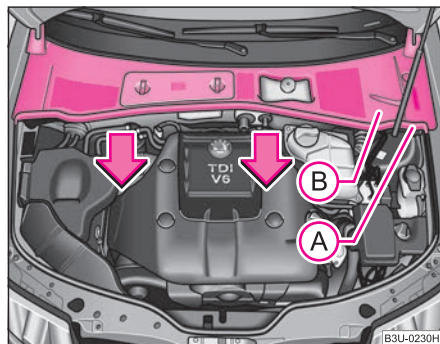

Fig. 180 Compartimentul motor: Colectorul de apă - capacul
- Trageți garnitura **(A)** afară și scoateți capacul colectorului de apă **(B)** în sensul săgeții ⇒ fig. 180.